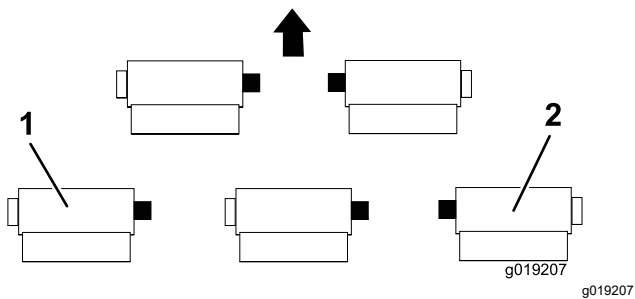

Figure 3
4. Fixez le support de butée droit de la tête au côté intérieur de la tête de coupe latérale droite au moyen de 2 boulons, écrous et rondelles (Figure 3).